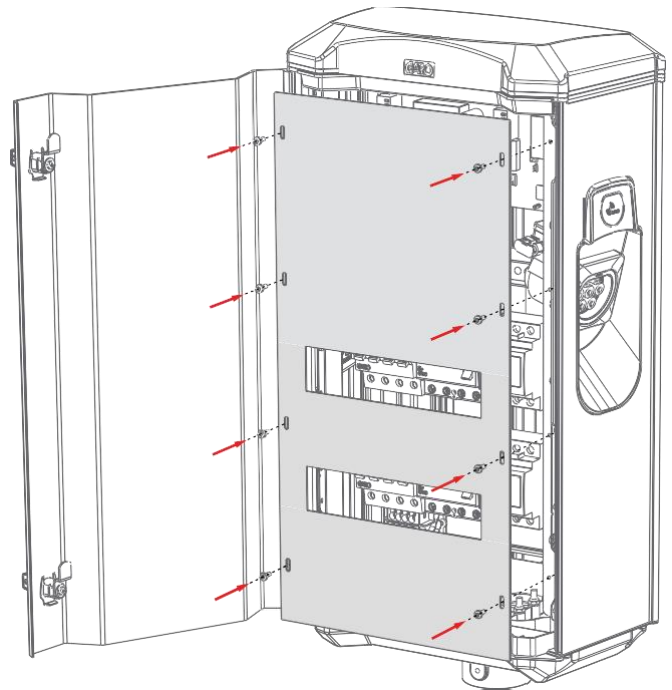

Abb. 10 Montage der Frontabdeckung
8. Montieren Sie die Frontabdeckung, wie in Abb. 10 gezeigt.